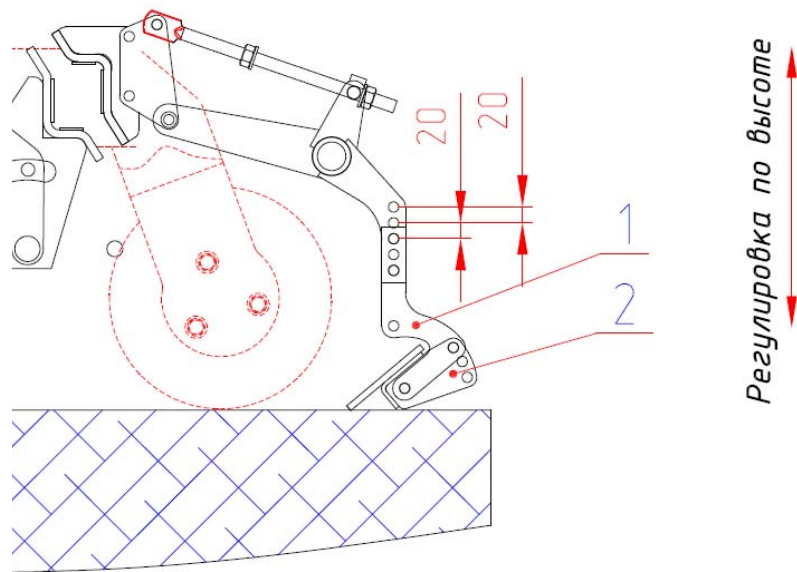

Рис.24 Регулировка планчатого выравнителя по высоте.
7.2.5 Регулировка планчатого выравнителя по высоте расположения планки осуществляется переустановкой держателя 1 (рис.24) в соответствующие отверстия.
7.2.6 Регулировка планчатого выравнителя по углу осуществляется поворотом держателя 2 (рис.24а) относительно нижнего отверстия и фиксации держателя в соответствующих отверстиях. Угол положения планки можно устанавливать как в "активном" положении (рис.24а) так и в "пассивном" положении (рис.24б).
Рис.24а Регулировка планчатого выравнителя по углу (активное положение планки).